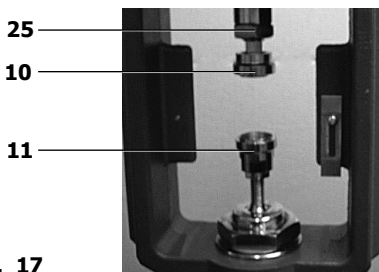

Рис. 17
- Отключите подачу сжатого воздуха так, чтобы шток привода полностью втянулся в привод (см. рис. 17).